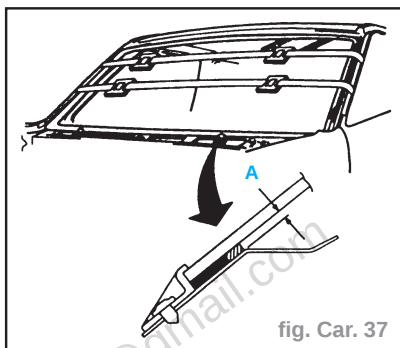

fig. Car. 37
- Placer des sangles de tension sur le pare-brise. Afin de prévenir tout bris de glace, maintenir une cote **A** de **5 mm** (fig. Car. 37).